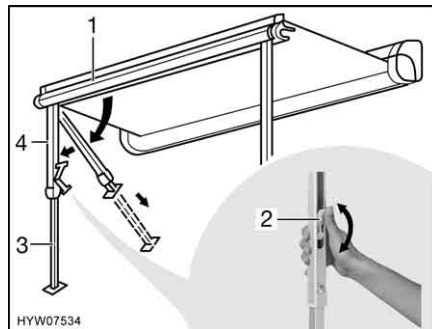

Fig. 9 Installazione dei montanti di supporto
- Rimuovere i montanti di supporto (Fig. 9,4) dal listello anteriore (Fig. 9,1) esercitando una leggera pressione verso l'esterno, quindi ribaltarli e collocarli.
- Estrarre la parte inferiore dei montanti di supporto (Fig. 9,3) fino alla lunghezza desiderata.
- Chiudere il bloccaggio presente sui montanti di supporto. A tale scopo, spingere la leva di serraggio (Fig. 9,2) verso l'alto.